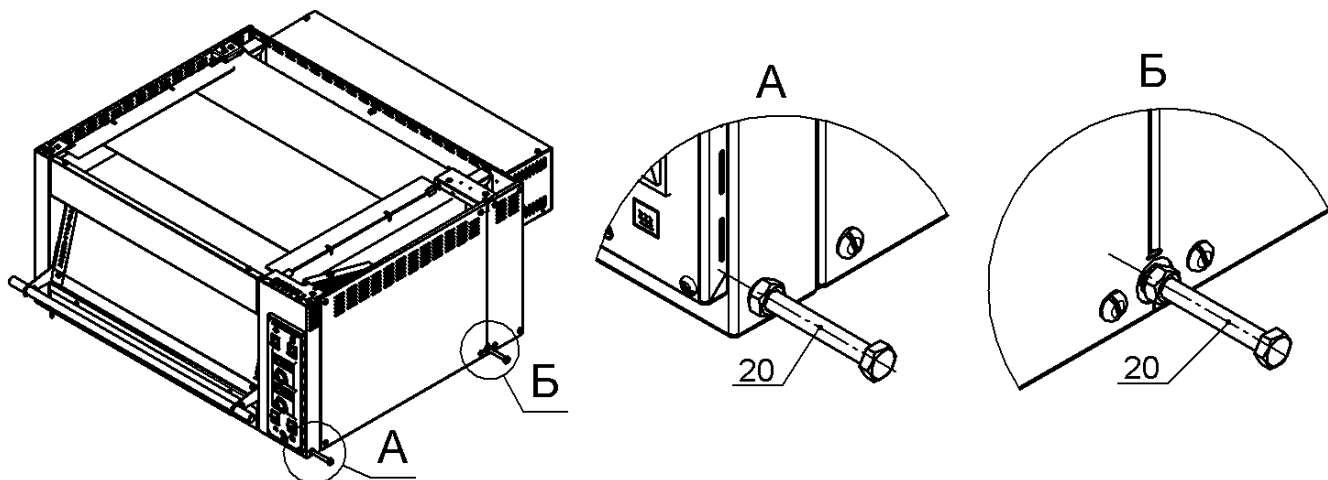

Рис.10
10. Для перемещения и установки печей на подставку, необходимо вернуть, на 15...20мм болты М8х90 с навёрнутыми гайками (поз.20 из комплекта подставки) в резьбовые отв. на нижних углах печи, законтрить гайки М8 и, берясь за болты ближе к гайкам, перемещать печь, как показано на рис.10: